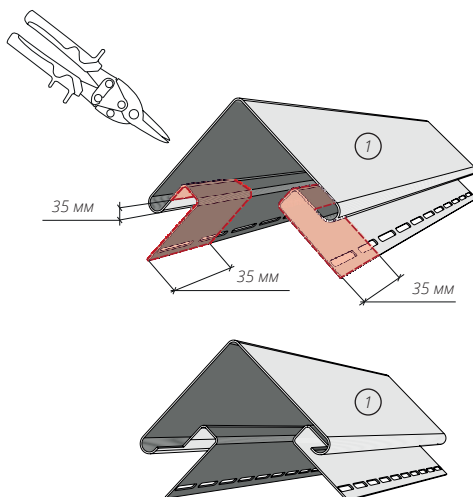
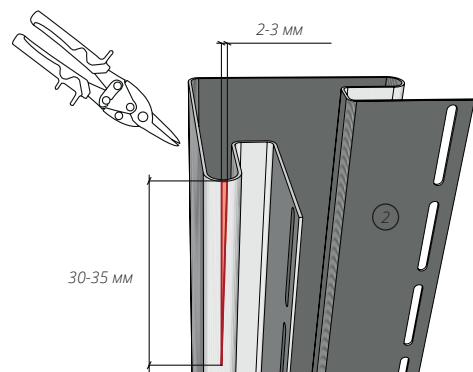

Рисунок 26
Рисунок 27
**12.5** Если высота здания больше трех метров, необходимо «нарастить» угол. Для этого: срезаем верхнюю тыльную часть наращиваемого угла (рис. 26). В нижнем углу делаем вырез в виде треугольника на боковых ребрах согласно рис. 27. Вырез треугольника на боковых частях нижнего угла будет немного заметен, но уменьшит прогиб нижнего угла в соединении и позволит элементам оставаться более подвижными при тепловых расширениях и сжатиях.